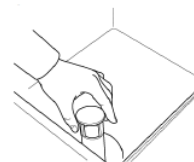

Fig.38
- 2 - Abra la puerta y retire el tapón de flujo de agua. (Fig. 38)